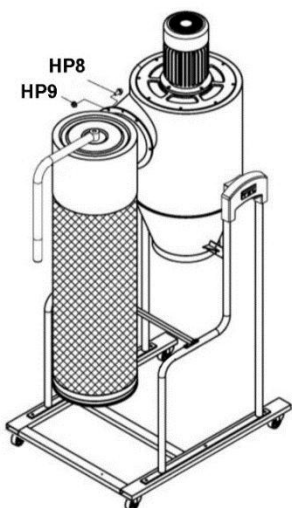

Рис. 9
10. Между фильтром и основным корпусом установите прокладку (X). Вставьте фильтр в корпус и прикрутите с помощью винтов с шестигранной головкой и фланцем (HP9) и гаек (HP10). См. Рис. 9.